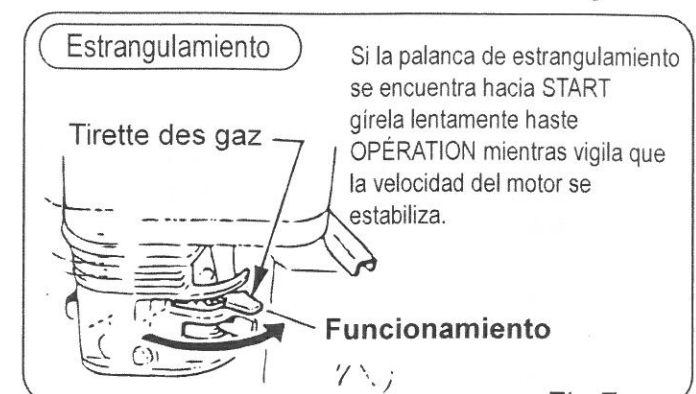

Fig.7
6. Una vez arrancado el motor, mientras escucha el sonido de explosión, vuelva lentamente la palanca de estrangulamiento a la posición de OPERATION. (Fig.7). Tras haber arrancado, asegúrese de que el motor corre a baja velocidad durante unos minutos. Esto debe realizarse en especial en clima frío. Compruebe cualquier ruido anormal o fuga de gas mientras tanto.